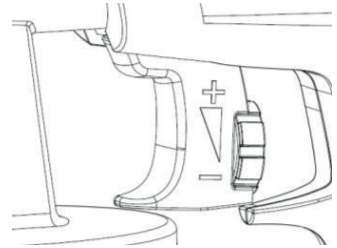

Рис. 6
- Для настройки объёма, распыляемого материала вращайте регулятор, установленный на кнопки включения электроинструмента (Рис. 6).